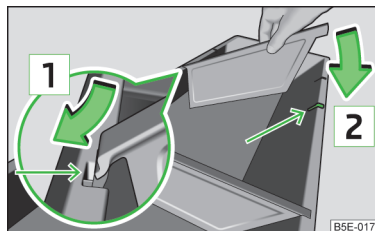

Fig. 92 Caseta de depozitare: Montarea șinei transversale
- ▶ Împingeți elementul de fixare al șinei transversale în sensul săgeții sub marginea din față a casetei **1** » fig. 92.